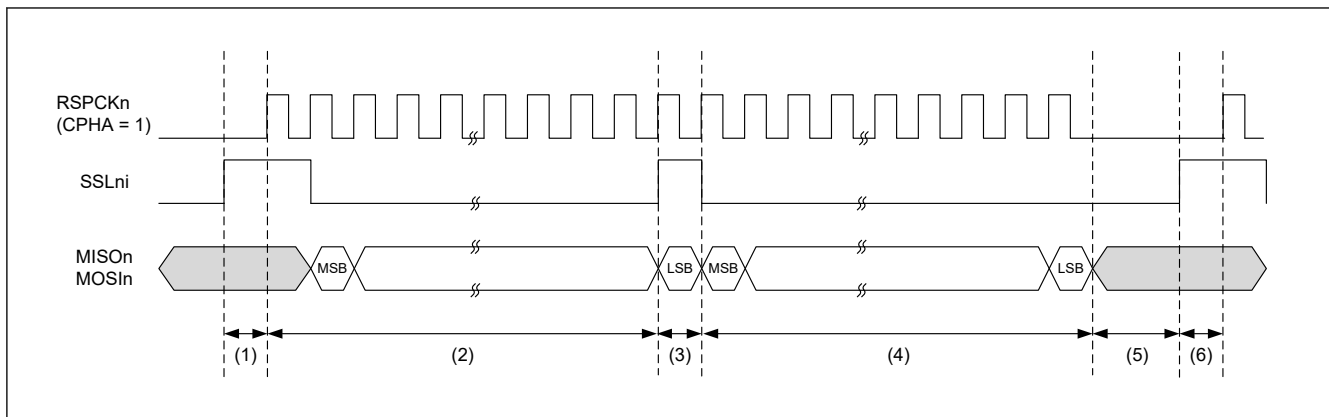

図 32.62 バースト転送の動作例 (SPFRF = 1)
- SPI コマンドレジスタ (SPCMD) の SSLni 信号レベル保持ビット (SSLKP) が 1 で、SPI コントロールレジスタ (SPCR) のバースト転送フレーム遅延選択ビット (BFDS) が 1 のときの SPCMD0~SPCMD1 を図 32.62 に示します。設定によりバースト転送を実現した場合の SSLni 信号動作とシリアルデータ MISO_n/MOSI_n の例を以下に示します。SSLni 出力信号の極性は、SPI SSLi 信号極性ビット (SPCR3.SSLiP) ($i = 0 \sim 3$) の設定値で決まります。